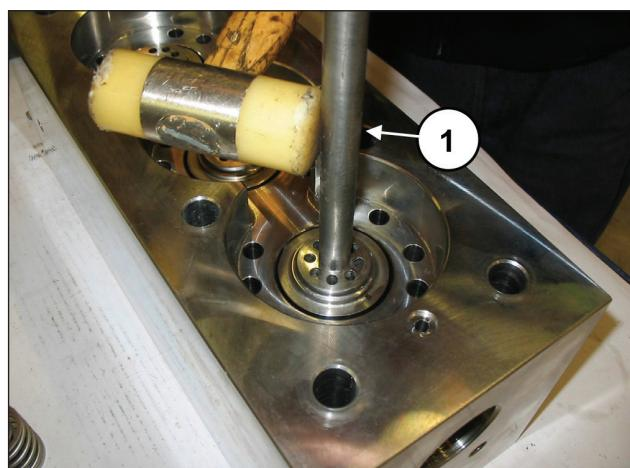

Fig. 104
**Qualora le sedi valvola risultassero bloccate sulla testata a causa della formazione di calcare o di ossido devono essere sbloccate inserendo l'apposito attrezzo (cod. 034300020) nel foro di mandata (pos. ①, Fig. 104).**